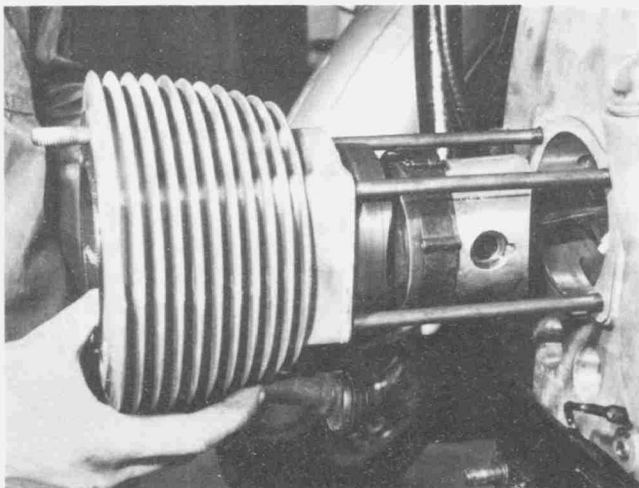

Bild 89
- Die Kolben und die Zylinderbohrungen mit sauberem Motoröl netzen. Es ist darauf zu achten, dass die richtige Zylinderbuchse auf der richtigen Seite eingesetzt wird – beide sind gleich. Die Zylinderbuchse sorgfältig auf den Kolben drücken, wobei die Kolbenringe mit eingeführt werden. Wenn sich alle drei Kolbenringe in der Bohrung befinden, wird die Kolbenringmanschette abgenommen und die Zylinderbuchse vollständig nach unten gedrückt. Bei der zweiten Zylinderbuchse den gleichen Vorgang wiederholen (Bild 89).